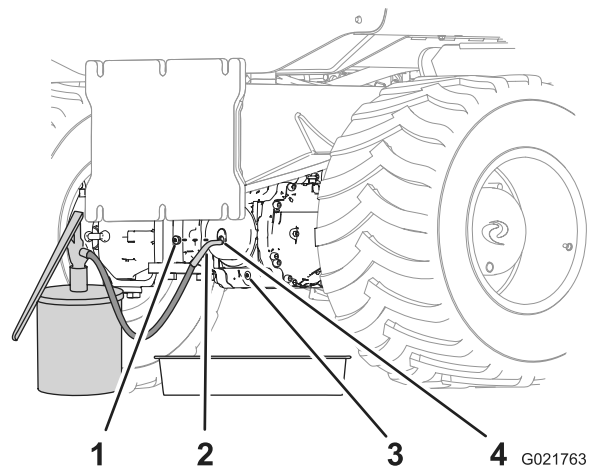
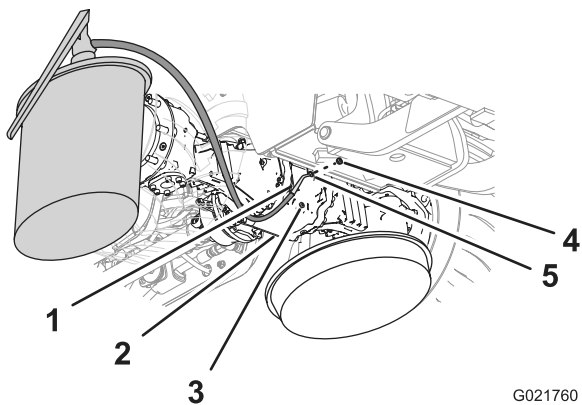

Figure 72
Figure 71
- Revissez un des bouchons dans l'orifice de vidange (Figure 71 et Figure 72).
- Versez l'huile spécifiée dans le carter de pignons par l'orifice de contrôle, jusqu'à ce que le niveau atteigne les filets au bas de l'orifice (Figure 71 et Figure 72).
- Revissez le bouchon restant dans le regard du carter des pignons (Figure 71 et Figure 72).